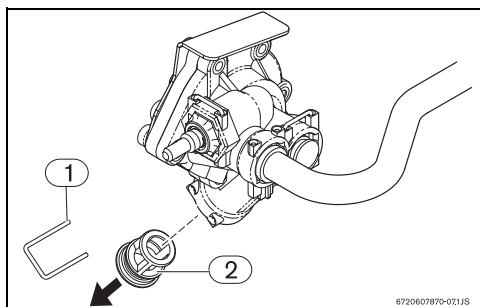

Fig. 8 Purga
- ▶ Retirar el clip de fijación del casquillo del filtro (Fig. 8, [1]) situado en el automático de agua.
- ▶ Retirar el casquillo del filtro (Fig. 8, [2]) del automático de agua.
- No debe instalarse el aparato en locales donde la temperatura ambiente pueda bajar de los 5 °C. Si existe riesgo de congelación, apague y vacíe el aparato (→Fig. 8).